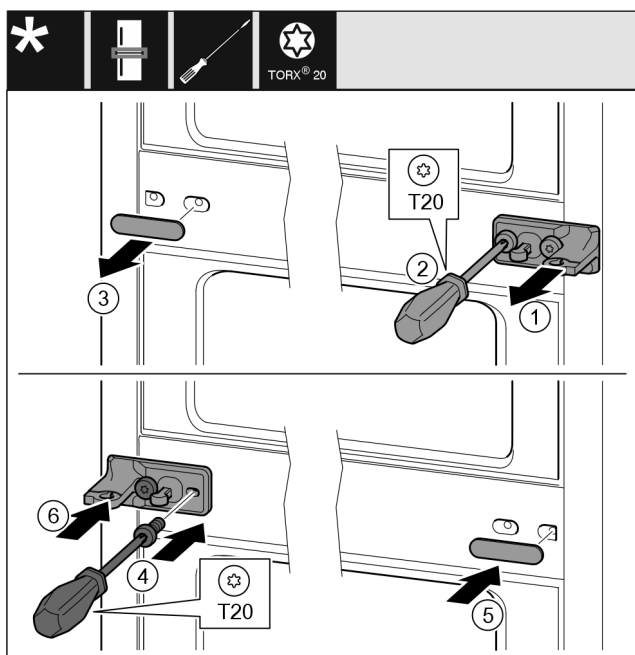

Fig. 41
- ▶ Снимите шайбу Fig. 41 (1).
- ▶ Выкрутите винты Fig. 41 (2) отверткой.
- ▶ Осторожно снимите крышку Fig. 41 (3).
- ▶ Плотно прикрутите опорный кронштейн с подкладкой Fig. 41 (4) с другой стороны, повернув его на 180°.
- ▶ Установите крышку Fig. 41 (5) с другой стороны, повернув ее на 180°.
- ▶ Спереди установите шайбу Fig. 41 (6).